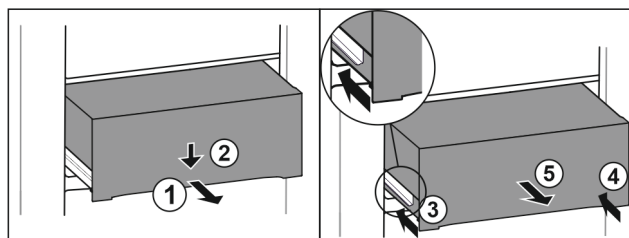

Fig. 91
- Estrarre il cassetto a metà. *Fig. 91 (1)*
- Premere il cassetto sul lato anteriore verso il basso. *Fig. 91 (2)*
- Spingere la guida sinistra di circa 2 cm verso l'interno. *Fig. 91 (3)*
- Spingere la guida destra di circa 2 cm verso l'interno. *Fig. 91 (4)*
- Rimuovere il cassetto tirandolo in avanti. *Fig. 91 (5)*